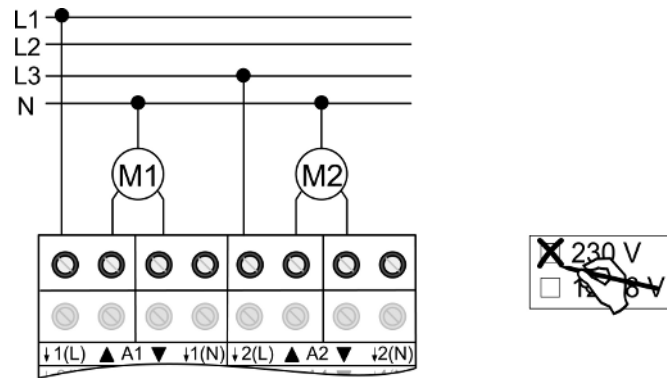

Bild 5: Motoranschluss ohne automatische Fahrzeiterkennung
- Motoren anschließen (siehe Bild 5).
- Verwendung **230 V** auf Etikett kennzeichnen (siehe Bild 5).
- i** Die N-Leiter-Anschlüsse (14) dienen nur der Fahrzeiterkennung und bieten kein N-Potential.